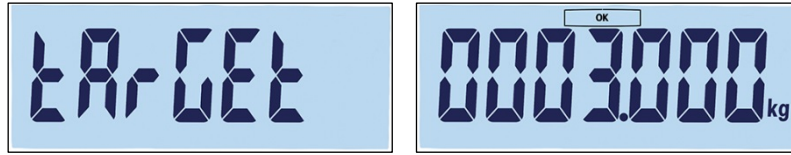

Abbildung 3-47: Bildschirme „Target“ und Zielwerteinstellung
4. Nach dem Bestätigen der Datensatznummer durch Drücken der Taste , erscheint kurz der Bildschirm **target** (Zielwert) und danach der Bildschirm zur Bearbeitung des Zielwertes (Abbildung 3-47).